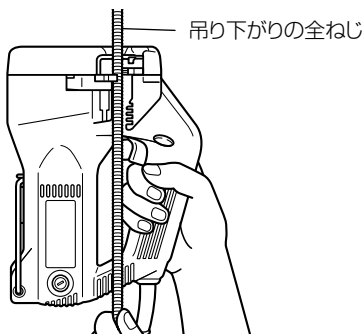

図 10
- (1) 全ねじをカッタにセットします。
- (2) スイッチを軽く引いて低速でカッタを閉じ、図 10 のように、全ねじと上下両方のカッタを完全にかみ合わせます。
- (3) スイッチをいっぱい引いて全ねじを切断します。